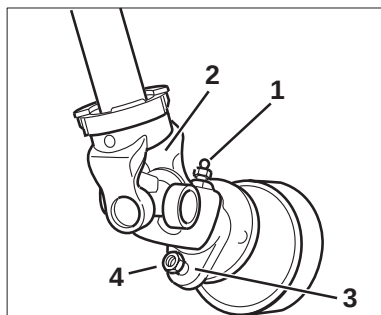

Fig. 5.4
- Lossa smörjnippeln (Fig. 5.4/1) och skjut på kraftöverföringsaxeln (Fig. 5.4/2).
- Skruva fast anslutningsplattan (Fig. 5.4/3) med brytbulten (Fig. 5.4/4).
- Skruva fast smörjnippeln (Fig. 5.4/1).